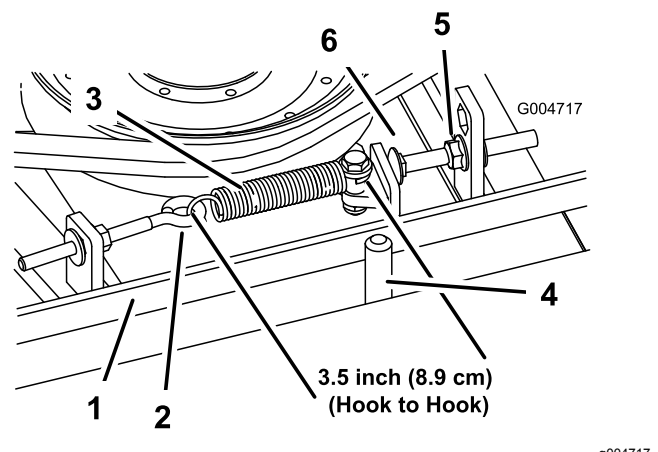

Рисунок 101
При правильном натяжении внутренняя длина пружины растяжения (между зацепами) должна быть приблизительно 8,3–9,5 см. После того, как будет достигнуто правильное натяжение пружины растяжения, отрегулируйте упорный болт (кадетский болт) так, чтобы между головкой болта и рычагом натяжного ролика оставался зазор 2–5 мм. (Рисунок 101).
Примечание: Убедитесь, что ремень расположен на направляющей ремня со стороны пружины (Рисунок 101).
2. Ослабьте рым-болт, чтобы можно было снять пружину растяжения (Рисунок 101).
3. Ослабьте фланцевую гайку, которая крепит упорный болт к монтажному выступу, и отодвиньте натяжной ролик от ремня, чтобы ослабить натяжение ремня (Рисунок 101).
9. Подсоедините пружину растяжения (Рисунок 101) к рым-болту и натяните ремень следующим образом: